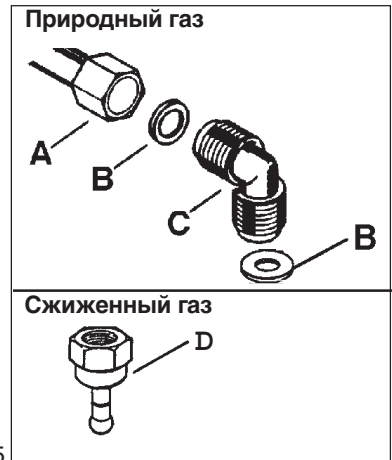

Рис. 5
**ВАЖНО** - Для обеспечения правильной работы, экономии энергии и длительного срока службы прибора, напряжение питания и давление газа должны соответствовать рекомендованным величинам. Регулируемое колено крепится к трубе газовой магистрали при помощи гайки G 1/2". Вставьте между деталями уплотнение, как показано на Рис. 5. Привинтите части без затягивания, отрегулируйте штуцер в требуемом направлении и затяните все соединения.
**Сжиженный газ:** используйте резиновый трубордержатель «D» (Рис. 5). Всегда устанавливайте прокладку «B». Затем приступите к подсоединению газа. Гибкий шланг должен соответствовать следующим требованиям:
- температура ни одной из его частей не должна превышать комнатную более, чем на 30°C; если при подключении гибкого шланга к вентилю он должен проходить за кухонной плитой, его необходимо установить, как показано на Рис. 5;